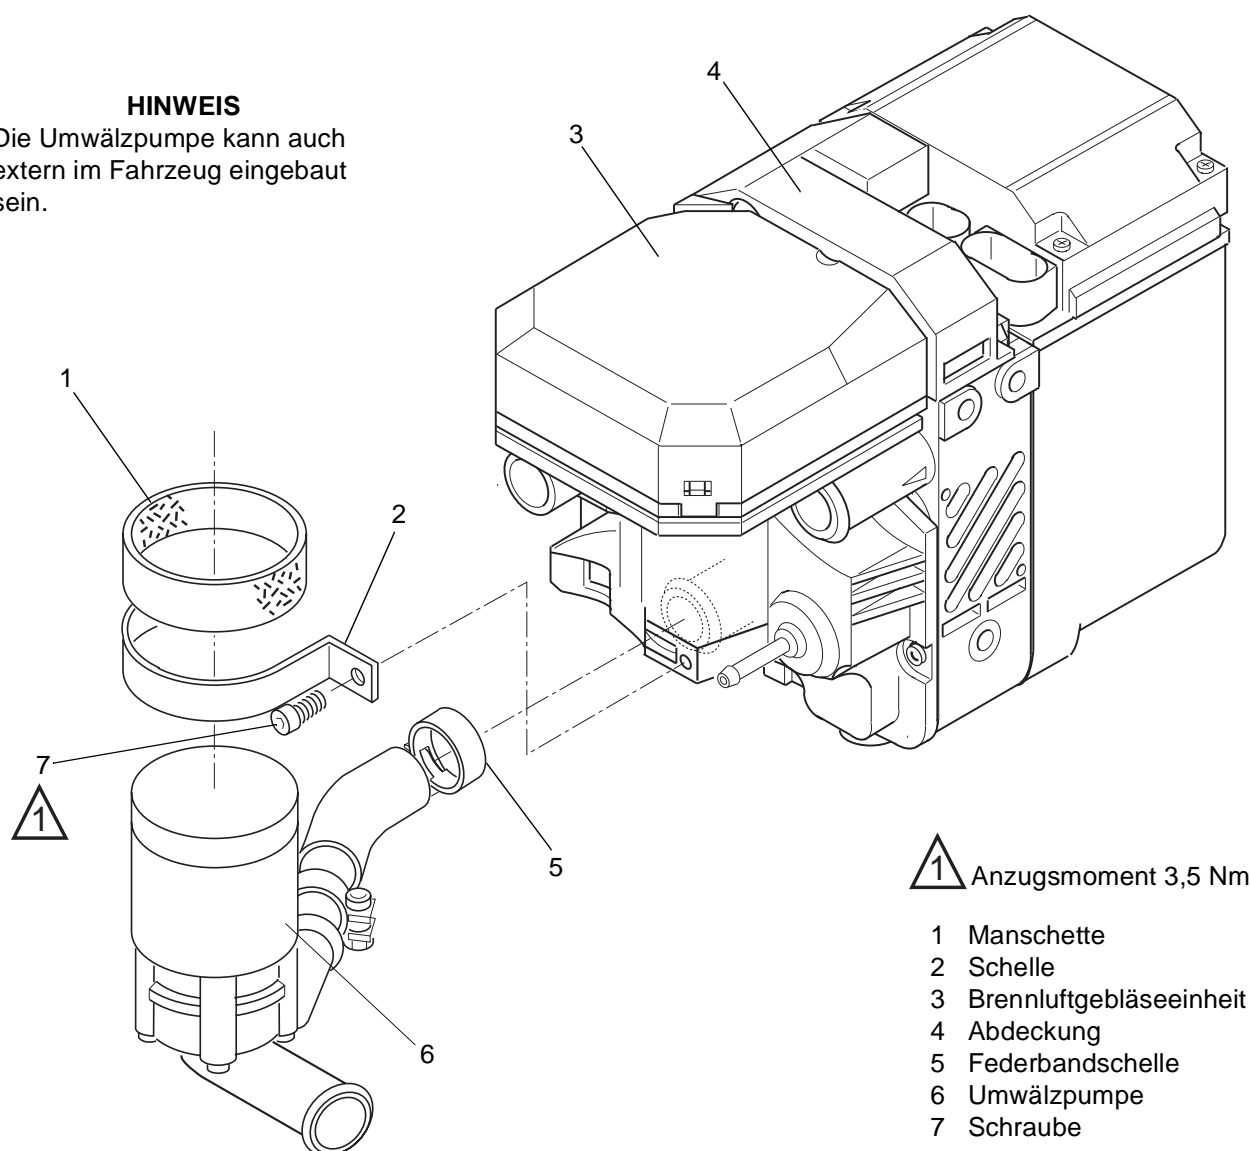

Abb. 901 Wechsel der Umwälzpumpe (Thermo Top E und C)
1. Abdeckung (4, Abb. 901) abnehmen und elektrische Steckverbindung der Umwälzpumpe trennen.
2. Federbandschelle (5, Abb. 901) lösen.
3. Schraube (7) und Schelle (2) entfernen.
4. Umwälzpumpe (6) abziehen und Federbandschelle (5) entfernen.
5. Ggf. Manschette (1) abziehen.
1. Federbandschelle (5, Abb. 901) auf das Schlauchende aufschieben.
2. Ggf. Manschette (1) auf die Umwälzpumpe (6) aufschieben.
3. Umwälzpumpe (6) in Anbaulage bringen und mit Schelle (2) und Schraube (7) an der Brennluftgebläseeinheit (3) befestigen.
4. Federbandschelle (5) aufsetzen.
5. Schraube (7) mit $3,5 \pm 0,3$ Nm anziehen.
6. Elektrische Steckverbindung der Umwälzpumpe anschließen und Abdeckung (4) aufsetzen.